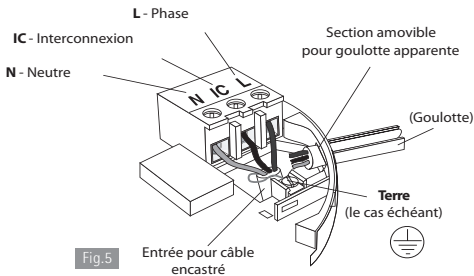

Fig.5
IC : Interconnexion - voir les figures 5 et 6 et la section 2.7.
4. Si le câble électrique est encastré, faites entrer le câble par l'orifice à l'arrière du socle de fixation comme indiqué sur la figure 5.
- (a) Positionnez le socle de fixation de manière à ce que la goulotte soit comme indiquée sur la figure 5.